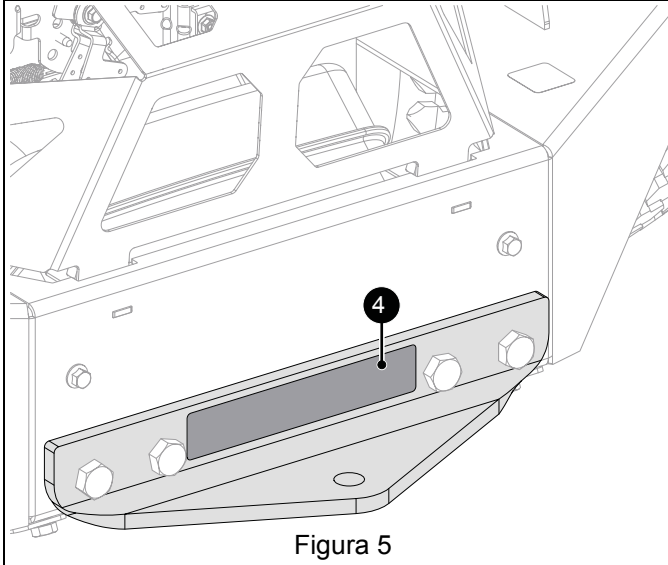

Figura 5
3. Pegue la etiqueta en la placa del remolque. Consulte la Figura 5.